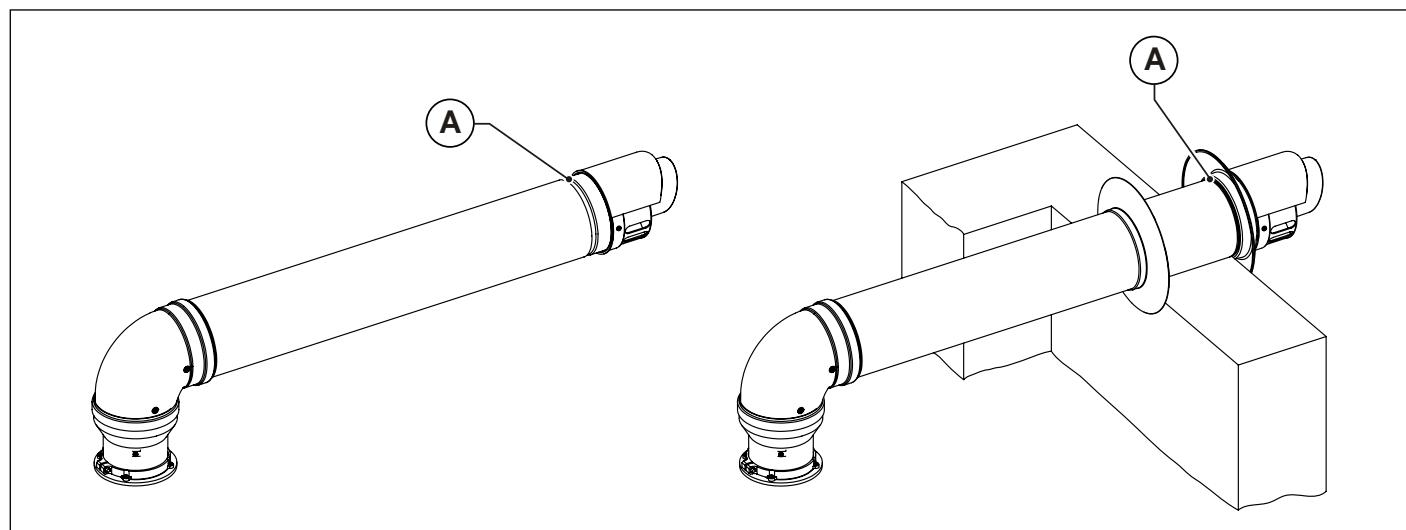

Рис. 15 Установка настенного терминала
Терминалы воздухозабора и дымоотвода (для раздельных и коаксиальных труб) оснащены желобком (A) на конце для крепления наружного фартука (смотри Рис. 15 Установка настенного терминала).